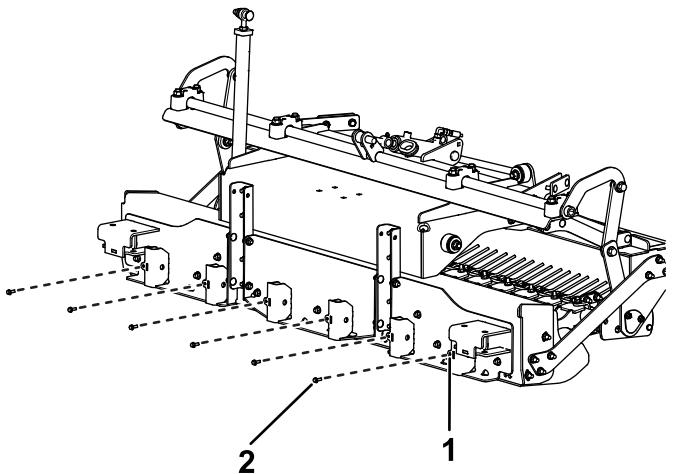

図4
4. ボックスブレードアタッチメントホルダーに、ボルト $1/4 \times 3/4"$ 6本とナット $1/4"$ 6個を取り付ける図4。